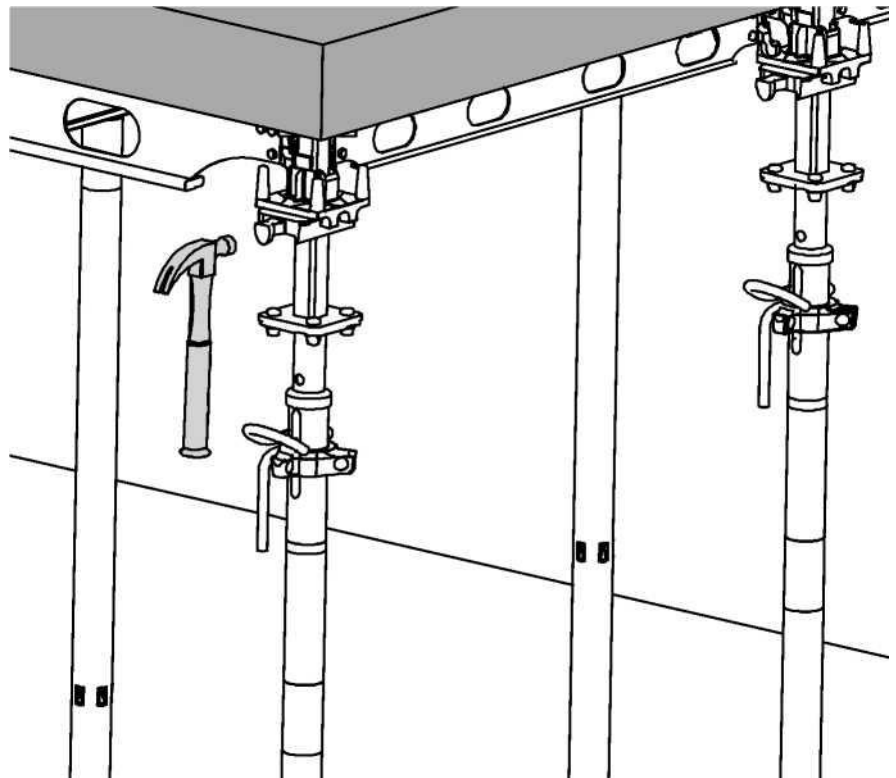

Fig. A10.12
1. Cunhar o rebordo do Cabeçal com um martelo. (Fig. A10.12)